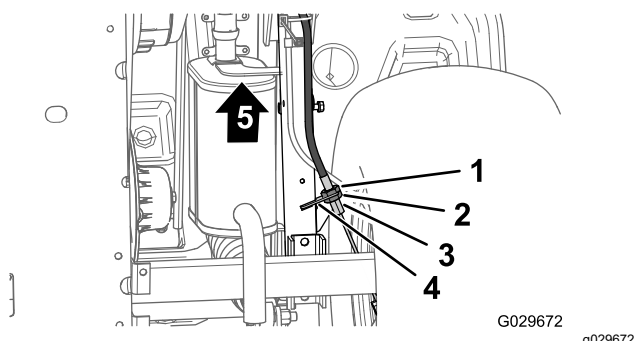

Рисунок 68
3. В нижней части машины ослабьте заднюю зажимную гайку резьбового регулятора троса стояночного тормоза на 4 оборота (Рисунок 68).
4. Затяните переднюю контргайку (Рисунок 68).
- A. Ослабьте затяжку передней зажимной гайки (Рисунок 68) на резьбовом регуляторе троса стояночного тормоза на один оборот.
- B. Затяните заднюю контргайку (Рисунок 68).
- A. Ослабьте затяжку задней зажимной гайки (Рисунок 68) на резьбовом регуляторе троса стояночного тормоза на один оборот.
- B. Затяните переднюю контргайку (Рисунок 68).